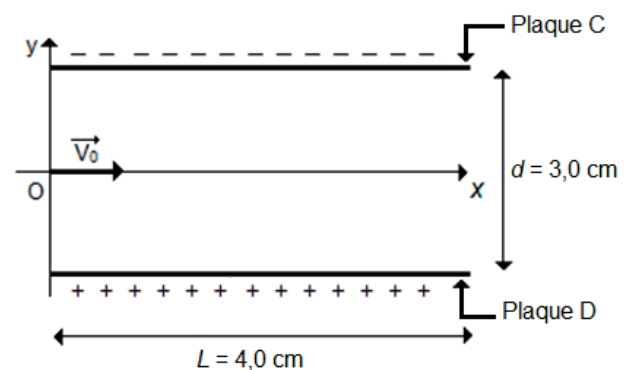

Figure 3. Schéma du condensateur plan de la chambre à ionisation
On s'intéresse au mouvement d'une particule α arrivant dans la chambre à ionisation en l'absence de fumée. Cette particule arrive en un point O avec un vecteur vitesse initiale \vec{v}_0 parallèle aux plaques C et D du condensateur plan (voir figure 3).
2.2. Reproduire sur la copie le schéma de la figure 3 puis y représenter le champ électrostatique \vec{E} et la force électrostatique \vec{F}_e que subit la particule α au point O. Justifier.